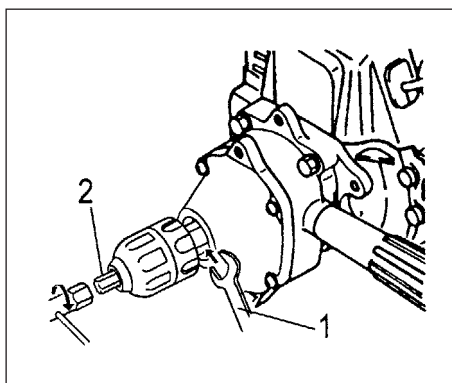

Fig. 2-7C
- installer ou desserrer la caresse sans clé, régler une 19 mm clé (1) entre le cas d'engrenage et la caresse pour verrouiller l'arbre d'unité. Installer la barre verrouillant (2) dans le sac d'outil dans la caresse, et alors resserer (dans le sens des aiguilles d'une montre) la barre (2) avec la clé de boîte enclose ou desserre (opposé dans le sens des aiguilles d'une montre). (Fig.2-7C)